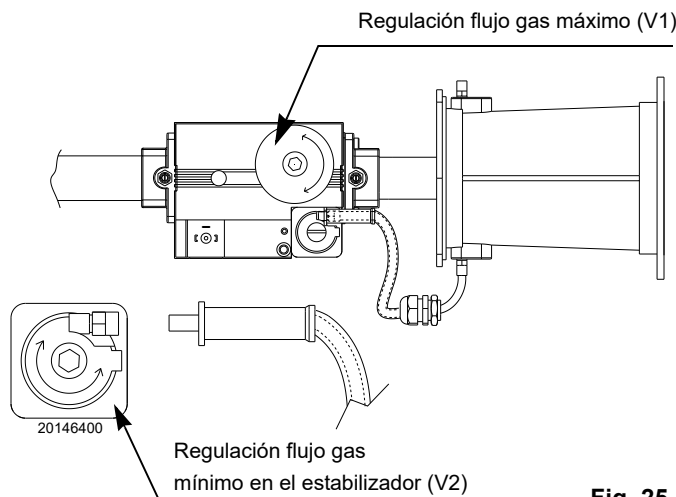

Fig. 25
- para aumentar el caudal de gas y el CO₂: girar el tornillo V1 hacia el signo "+" (Fig. 25);
- para reducir el caudal del gas y el CO₂: girar el tornillo V1 hacia el signo "-" (Fig. 25).
- para aumentar el caudal de gas y el CO₂: girar el tornillo V2 hacia el signo "+" (Fig. 25);
- para reducir el caudal del gas y el CO₂: girar el tornillo V2 hacia el signo "-" (Fig. 25).